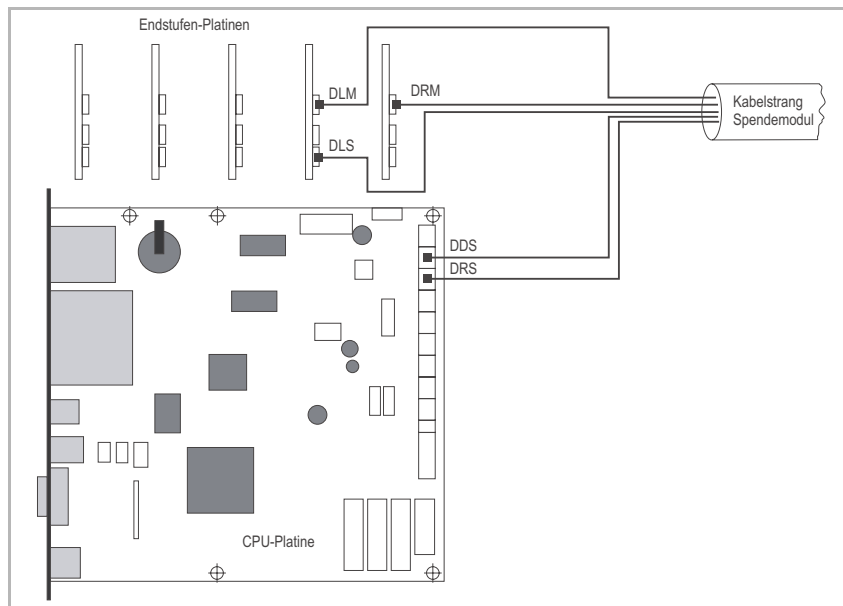

Abb. 2: Anschließen des Spendemoduls in Druckern mit CPU-Platine A2292, A2293 oder A6621.
2. Zahnriemen entspannen und von der Riemenscheibe (1) abnehmen.
4. Riemenscheibe von der Welle (3) abziehen (Abb. 2).
5. Befestigungsschrauben (4, vier Stück) des Vorschubmoduls (5) entfernen.
6. Vorschubmodul und Vorschubwalze (6) abnehmen.
Sehr raues Trägerpapier verbunden mit hohem Etikettendurchsatz kann das Aluminiumprofil (1) deutlich verschleifen. Das Kanten-Schutzblech (Abb. 2) verhindert dies.